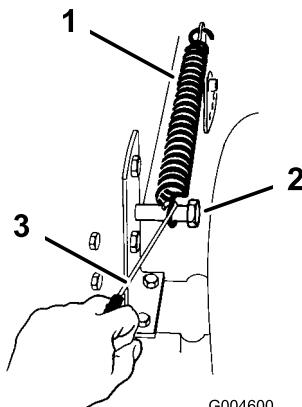

Figure 39
9. Décrochez le boulon de fixation du ressort compensateur de hauteur de coupe (Figure 39) à l'aide du crochet fourni avec le tracteur.
- Accrochez le ressort compensateur de hauteur de coupe au boulon de fixation (Figure 39) à l'aide du crochet fourni avec le tracteur.